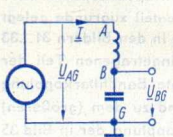

Bild 30
**Bild 30** zeigt eine aus einem Generator gespeiste Reihenresonanzschaltung. Sie besteht aus einer mit Verlusten behafteten Spule und aus einem dazu vergleichsweise verlustfreien Kondensator. Im Resonanzfall heben sich die induktive Komponente der Spulenspannung und die Kondensatorspannung gegenseitig auf. Dabei stellt die Reihenresonanzschaltung